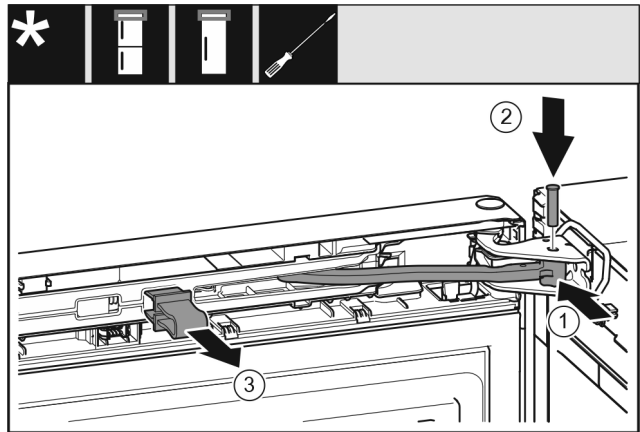

Fig. 26
- ▶ Поверните шарнир в опорном кронштейне. Fig. 26 (1)
- ▶ Вставьте палец в опорный кронштейн и шарнир. При этом следите за тем, чтобы выступ фиксатора занимал правильное положение в пазу. Fig. 26 (2)
- ▶ Снимите предохранитель. Fig. 26 (3)